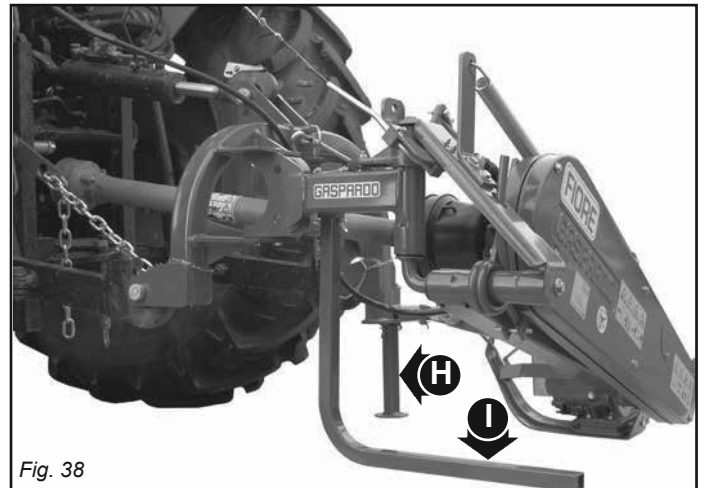

Fig. 38
- **Es anschließend in einem geschützten Raum aufstellen, wo es für unbefugte nicht zugänglich ist. Die Mähmaschine muß auf ebenem und kompakten Boden abgestellt und mit den Standbeinen (H-I, Abb. 38) abgestützt werden.**